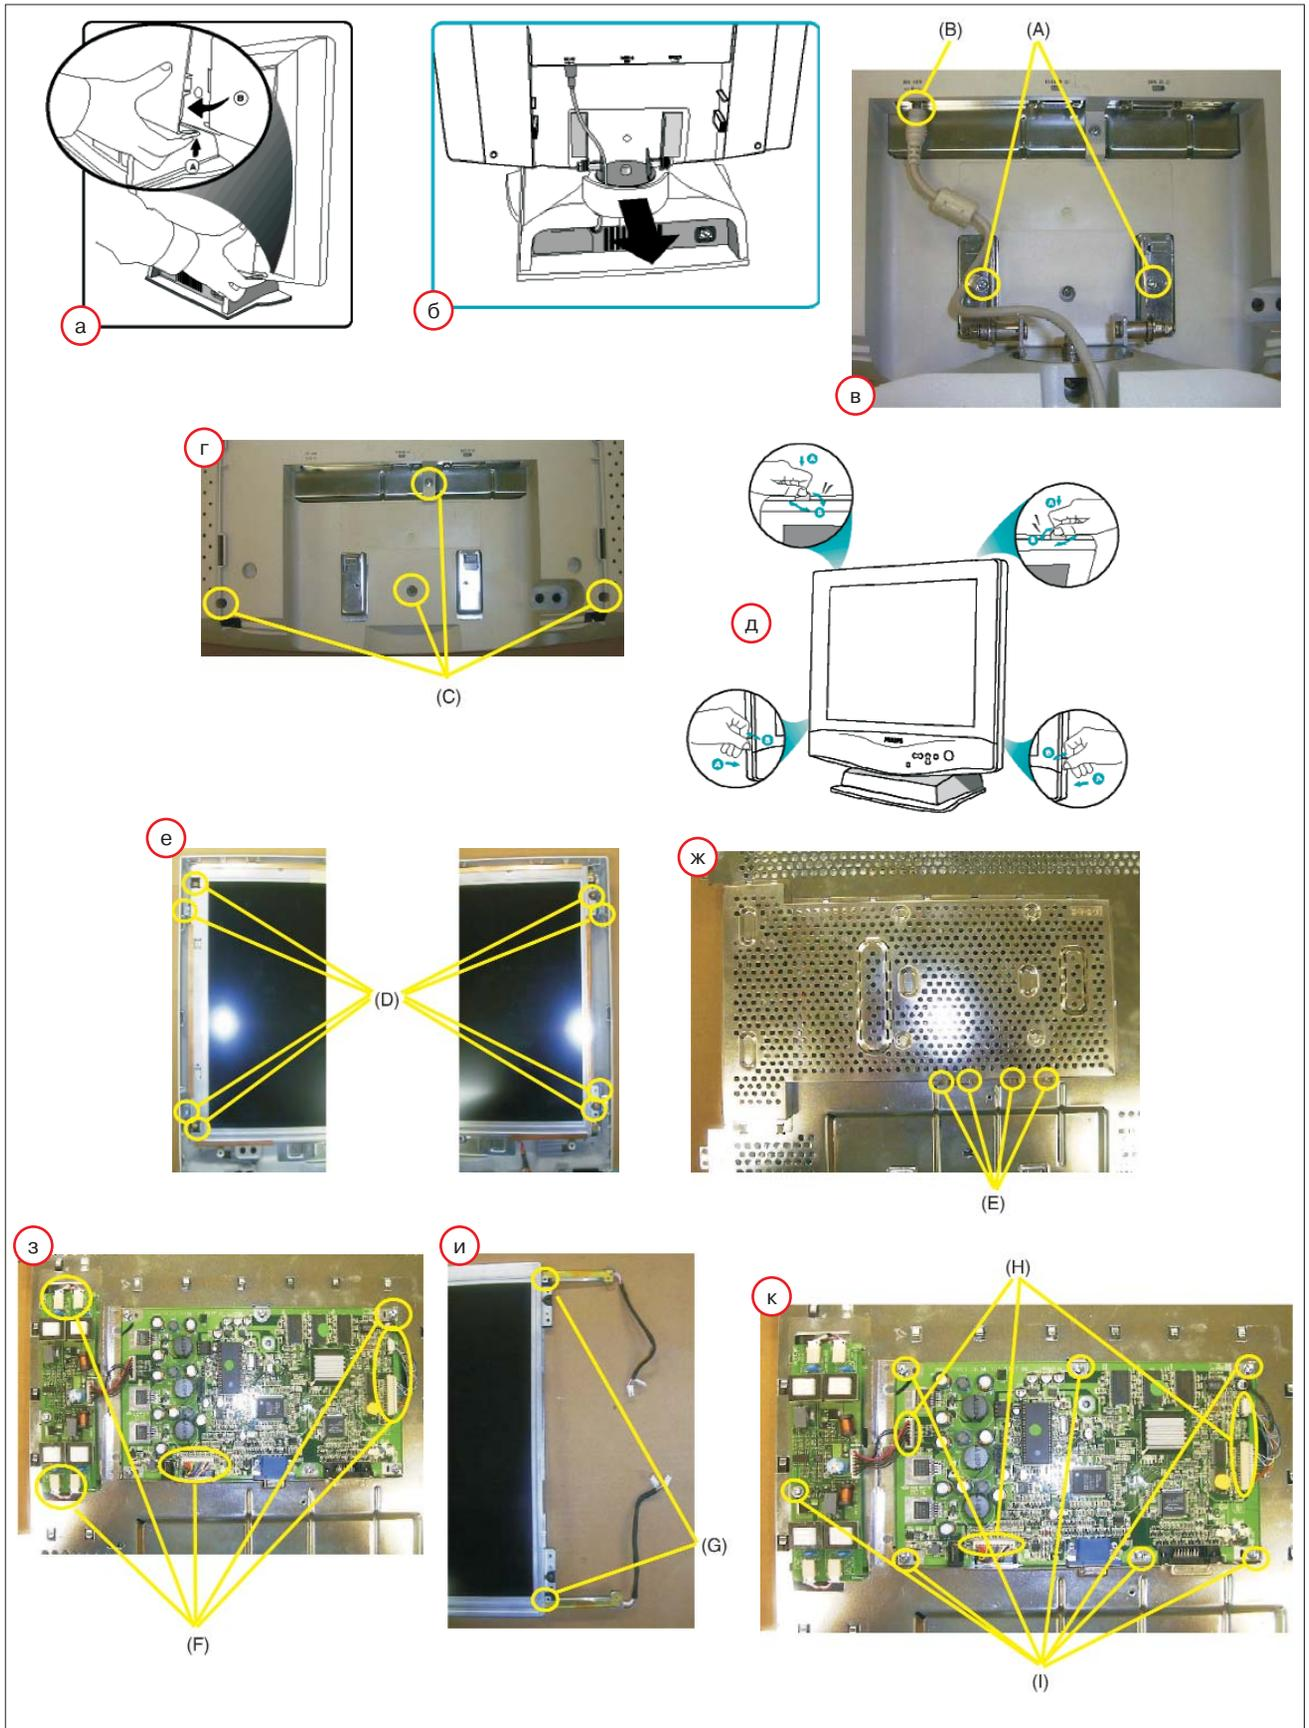

Рис. 2. Порядок разборки монитора
Порядок разборки монитора показан на рис. 2.
Вначале снимают заднюю крышку, для чего нажимают клипсы в нижней части крышки (рис. 2а), пе-
ремещают ее в направлении стрелки и снимают. Снимают пластиковое кольцо (рис. 2б).
- выкручивают два винта А (рис. 2в);
- отключают разъем В (рис. 2в) питания 18 В DC;
- выкручивают 4 винта С (рис. 2г);
- снимают переднюю защитную панель (рис. 2д);
- выкручивают 8 винтов D (рис. 2е), 4 винта Е (рис. 2ж) и снимают экран;
- отключают 4 разъема от платы инвертора и 3 — от главной платы (рис. 2з);
- извлекают флюоресцентные лампы из ЖК панели (рис. 2и);
- отключают разъемы Н (рис. 2к) от главной платы и выкручивают 7 винтов I (рис. 2к).
Теперь можно снять обе платы с шасси, предварительно сняв с них соединители (рис. 2л). AC/DC-адаптер размещен в подставке. Для доступа к блоку необходимо выкрутить два винта С (рис. 2м), отжать три клипсы F (рис. 2н) и снять крышку с подставки.
Рекомендуемое размещение монитора для сервисного обслуживания приведено на рис. 2о.